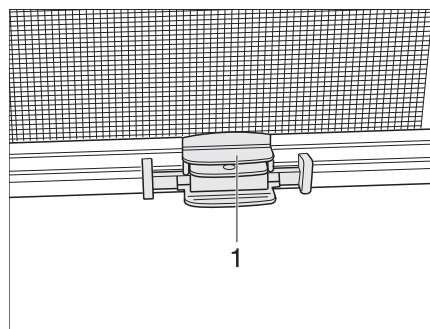

Fig. 49 Tenda a rullo
- Afferrare la parte centrale dell'asta di chiusura (Fig. 49,1) della zanzariera a rullo e avvicinarla alla barra di chiusura dell'oscurante a rullo.
- Tenere l'asta di chiusura (Fig. 49,1) della zanzariera a rullo e far scattare la tacca di arresto.